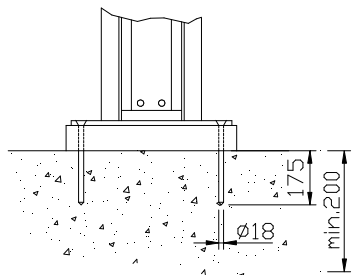

Fig.12
- Boor de verankeringsgaten in de vloer zoals aangegeven in Fig.12.